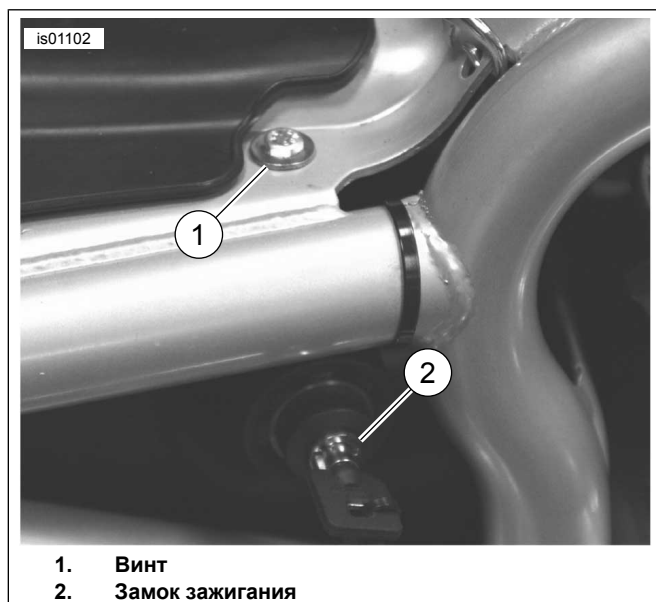

Рисунок 6. Провод «массы» (модели V-Rod 2006 и более ранних годов)
1. См. Рисунок 6. Снимите винт (1, под сиденьем) крепления замка зажигания (2) к правой части рамы.